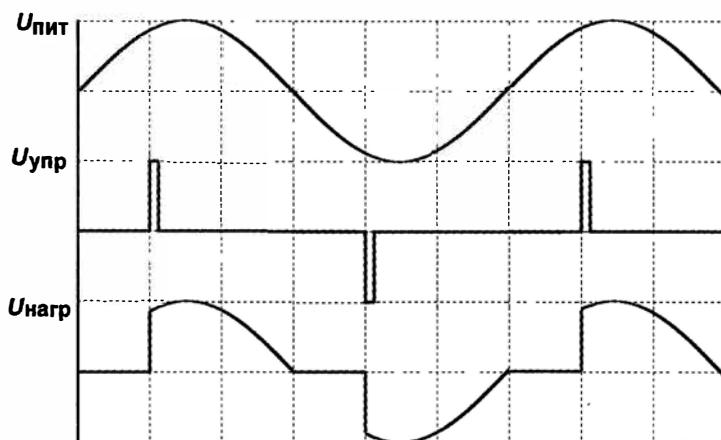
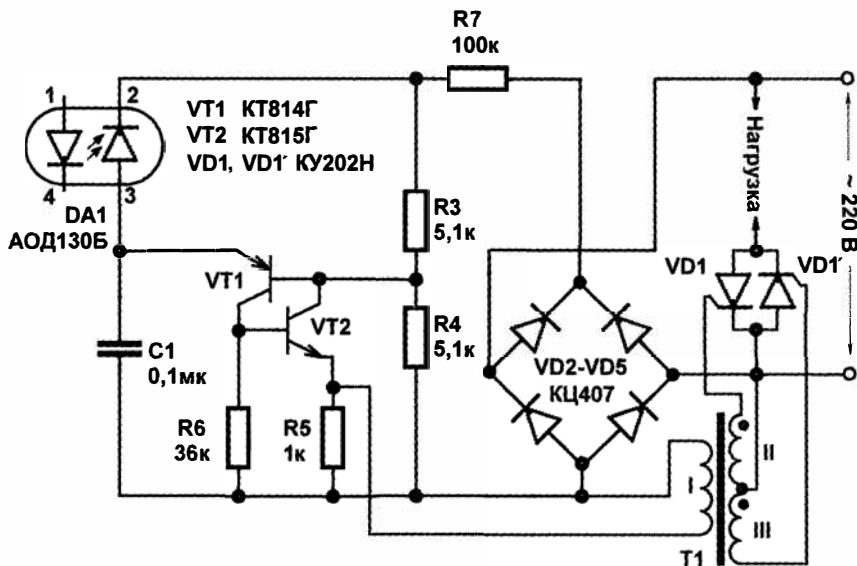

Рис. 10.2. Графики напряжения в схеме фазового управления с помощью тиристоров или симистора
Рис. 10.4. Вариант регулятора с двумя встречно-параллельными тиристорами
На осциллограммах (рис. 10.2) перед нами пример управления мощностью в нагрузке с помощью пары встречно-параллельно включенных тиристоров или сими-
В результате напряжение на нагрузке будет иметь необычный вид, показанный на графике (см. рис. 10.2 внизу). Каково будет действующее значение напряжения? Ясно, что оно будет меньше, чем в отсутствие тиристора, — или чем в случае, если бы управляющий импульс подавался в самом начале периода. Если же, наоборот, подавать управляющий импульс в самом конце, то действующее значение будет близко к нулю. Таким образом, сдвигая фазу управляющих импульсов, мы можем плавно менять мощность в нагрузке с достаточно высоким КПД.
На рис. 10.4 изображен улучшенный вариант только что рассмотренной схемы, который не требует мощного моста (управляющая оптроном цепочка не показана, она идентична предыдущему случаю) и обеспечивает через нагрузку не пульсирующее, а переменное напряжение (как на осциллограмме рис. 10.2 внизу). Для того чтобы получить напряжение в нагрузке в оба полупериода, используются два тиристора VD1 и VD1', включенные встречно-параллельно. Управление ими осуществляется через импульсный трансформатор T1, который представляет собой ферритовое кольцо марки 1000НН–2000НН диаметром от 10 до 20 мм. Обмотки намотаны проводом МГТФ-0,35. Первичная обмотка (I) содержит 20–30 витков, вторичные (II и III) наматываются вместе и содержат от 30 до 50 витков каждая. Обратите внимание на противоположную полярность включения вторичных обмоток — если она иная, то включение нагрузки будет только в один из полупериодов. Через мало мощный мост КЦ407 питается схема генератора, работа которой не отличается от описанной ранее. Резистор R7 можно поставить и до моста в цепь переменного напряжения, тогда требования к предельно допустимому напряжению диодов моста снижаются.